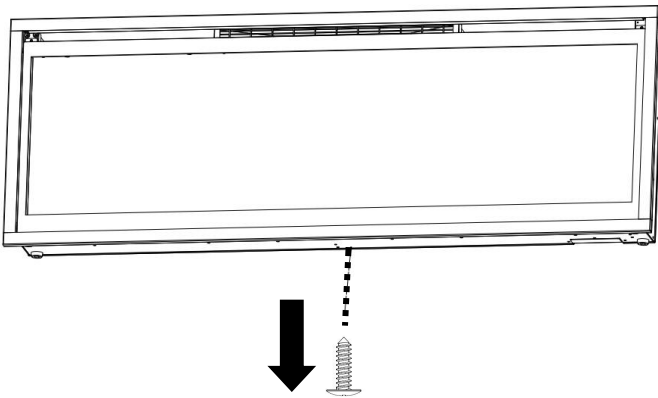

Fig 3-1
A. Verwijder de zilveren schroef aan de onderkant van het apparaat. (Afb. 3-1). Leg de schroef opzij.